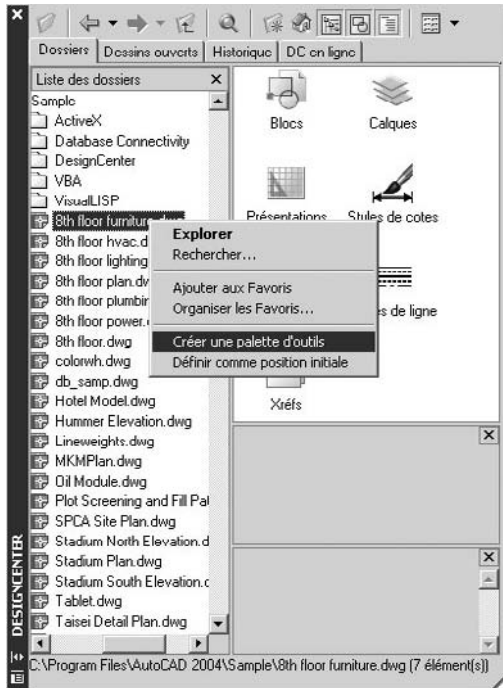

Fig.10.7
- Cliquer avec le bouton droit de la souris sur un élément dans l'arborescence de DesignCenter, puis cliquer sur **Créer une palette d'outils** (Create Tool Palette) dans le menu contextuel (fig.10.7). La nouvelle palette d'outils contient les dessins, les blocs ou les hachures issus de l'élément sélectionné.